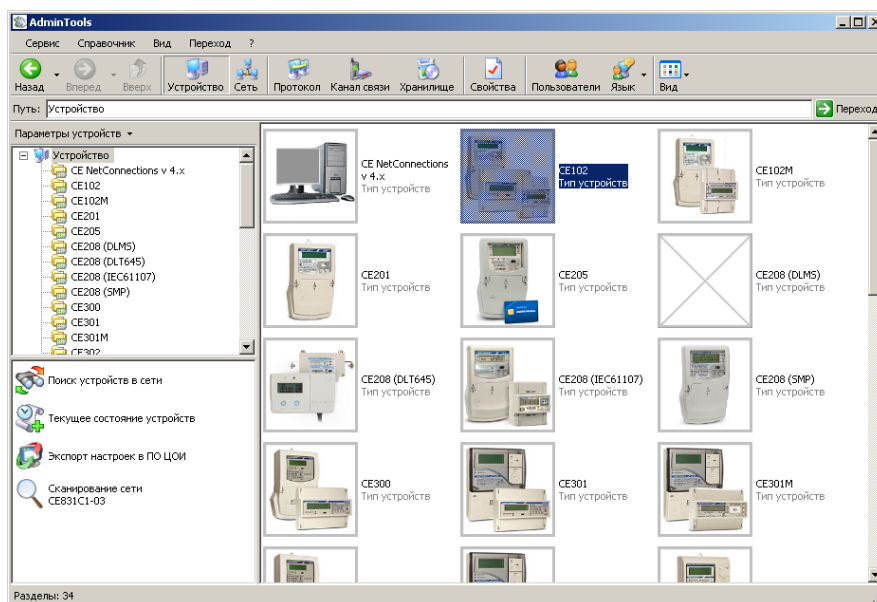

Рисунок 20 – Вид окна программы для выбора типа счётчика
5.2.1 Нажать кнопку «Устройство» на панели инструментов. Выбрать тип устройства «CE102» в проводнике устройств, находящемся в левом верхнем углу, одним нажатием левой кнопки мыши или в главном окне программы двойным нажатием кнопки мыши (см. Рисунок 20).